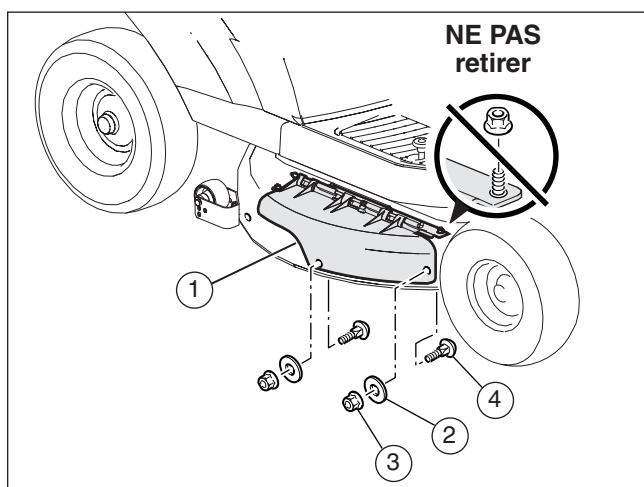

Figure 11
2. Monter le couvercle de déchiqueteuse (1) sur le plateau de coupe de la tondeuse avec les boulons (4), rondelles (2) et écrous à embase (3) (voir la **Figure 11**).